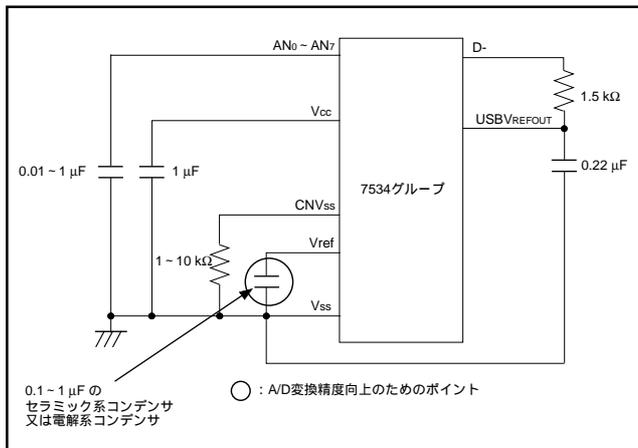

図50 . A/D変換精度向上のためのポイント
- (1) USB HOST側からバスパワー^(*)を得るシステムで、USB通信中にA/D変換の精度が安定しない場合があります。そこで、より安定したA/D変換精度を得るためのポイントとして、Vref Vss端子間に図50のように部品を取り付けることで、より安定した精度が期待できます。